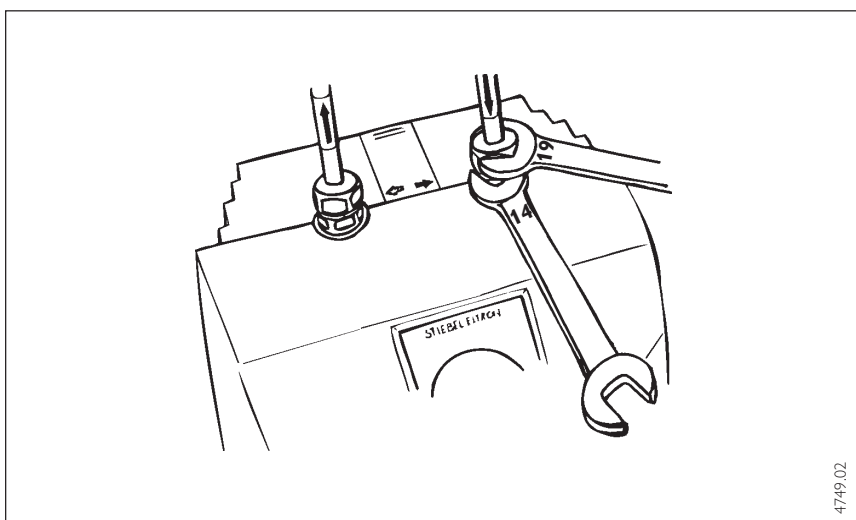

Abb. 8/Fig. 8/Afb. 8
- Speicher mit Aufhängeleiste senkrecht, Wasseranschlüsse nach oben (Abb. 8), montieren.
- Boiler vertical, water connections up (Fig. 8).
- Chauffe-eau en position verticale, raccords hydrauliques vers le haut (Fig. 8).